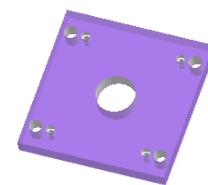

图 31.103 编辑动模座板
Step5. 设置深度选项。在操控板中选取深度类型 拉伸至下一曲面 ；在操控板中单击“切除材料”按钮 切除材料 ，单击“反向”按钮 反向 调整切削方向；在“拉伸”操控板中单击 \checkmark 按钮，完成特征的创建，结果如图 31.103 所示。